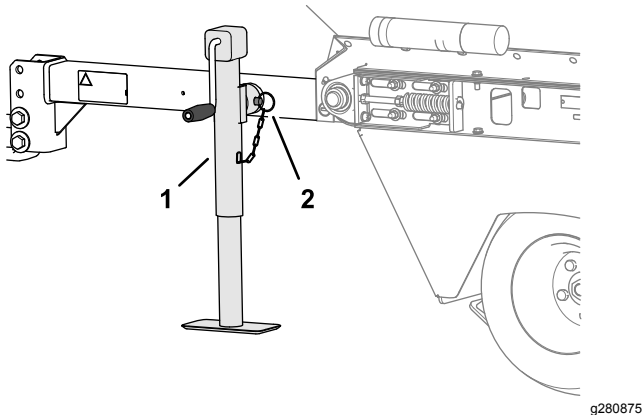

Bild 11
2. Schwenken Sie den Stützfuß in die horizontale Stellung (Bild 11).
3. Sichern Sie ihn mit dem Lastösenbolzen am Montagerohr (Bild 11).